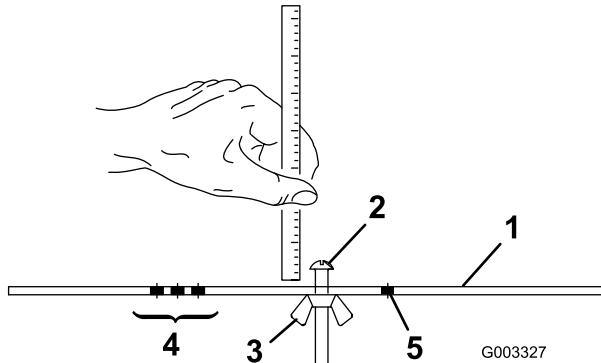

Figura 24
- Allentate il dado sulla barra di riferimento (Figura 24) e regolate la vite di regolazione secondo l'altezza di taglio desiderata.